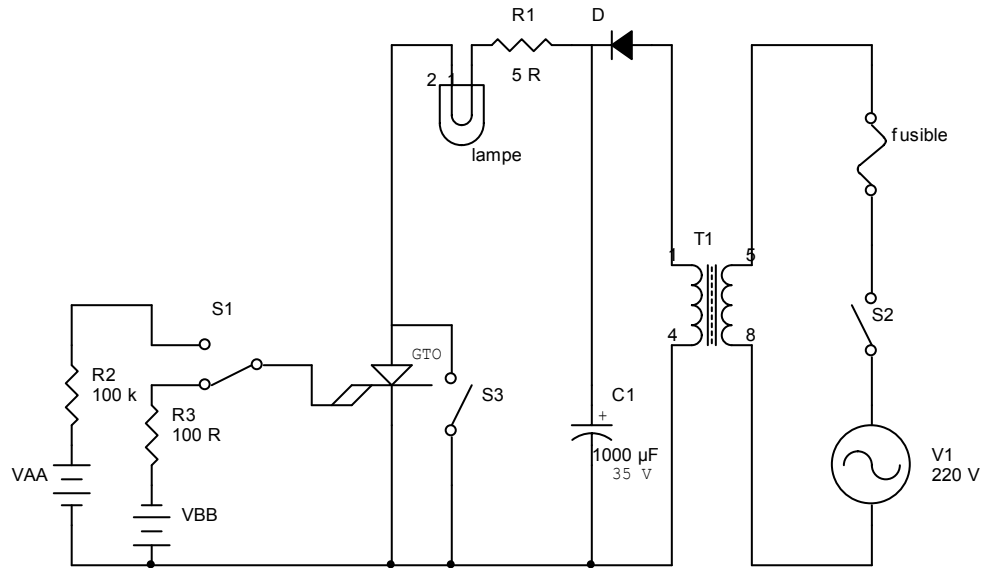

Figure 3-1 : Circuit à base d'un GTO
2. *Montez le circuit qui apparaît à la figure 3-1.*